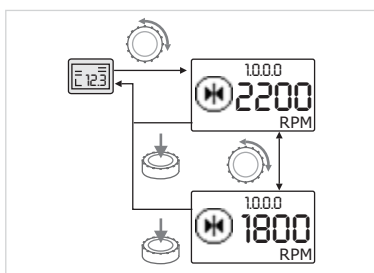

Fig. 30: Immissione del valore di consegna
- Sulla pagina di stato del display si può adattare il valore di consegna come segue (fig. 30):